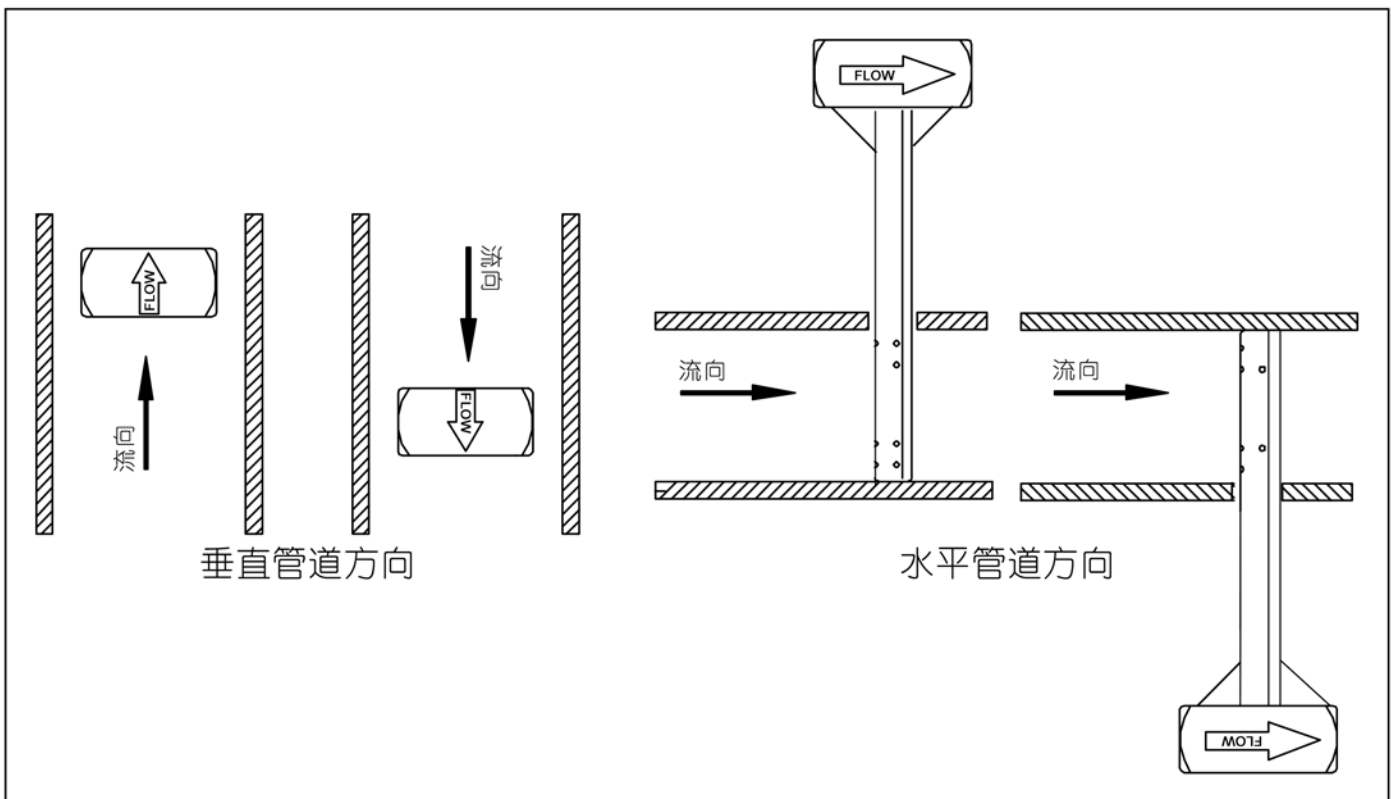

图 7：流体方向
- 调整探头方向，使仪表接头上标注着 "Flow" 方向的箭头与管道内流体流向一致并与管道的轴线方向夹角在 $\pm 3^\circ$ 内（如图 7 所示）。使仪表接头保持这一方向并准备进行后续安装。